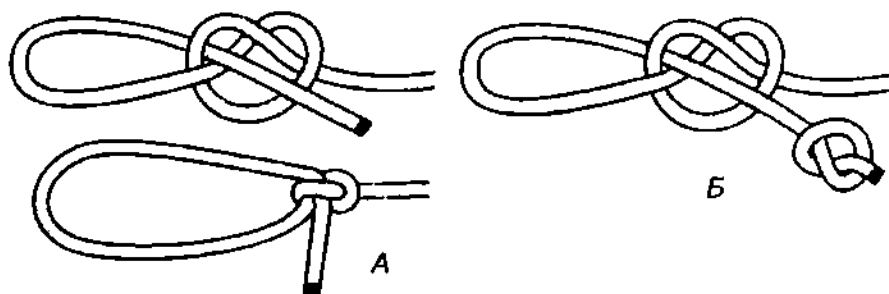

Рис. 196. А – *скотский узел*; Б – *петля хонды – скотский узел с контрольным стопорным узлом*.
**Скотский узел** – это незатягивающаяся петля **хонды**, завязанная без контрольного стопорного узла (рис. 196). На жёстких верёвках **скотский узел** ползёт и не держит, а на мягких, даже на синтетических, держит удивительно хорошо! На примере **скотского узла** мы в очередной раз убеждаемся в большой силе незатейливого **простого узла**, который здесь работает как **самозатягивающийся узел**.
Если **скотский узел** хорошенько выправить и затянуть, он, как ни странно, способен выдержать значительную нагрузку (на мягкой верёвке). Приходящее усилие на **скотский узел** должно быть постоянным, без резких рывков, иначе ходовой конец может выскользнуть из узла. Как бы сильно не затянулся **скотский узел**, он при желании без труда развязывается. **Скотский узел** необходимо вязать только на мягких верёвках, если он вяжется на жёсткой, то на конце следует вязать стопорный узел (рис. 196 Б).